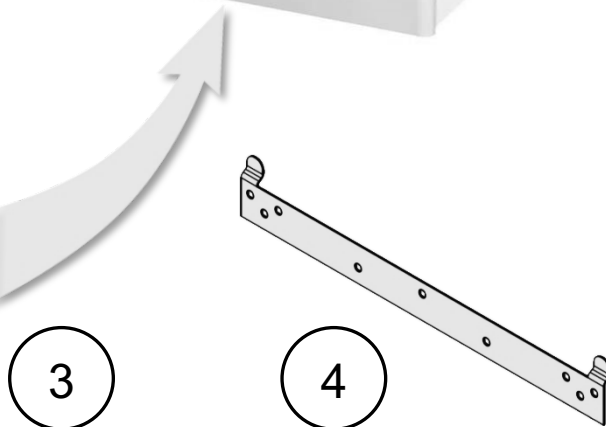

Рис. 9 Комплект поставки.
- Проверить и убедиться в том, что для работы котла используется указанный тип газа (природный газ / сжиженный газ). Информация о типе газа, для работы на котором настроен котёл, приведена в данном руководстве в таблице технических характеристиках (См. Табл. 1 и 2) и на табличке с маркировкой котла (См. Рис.9)